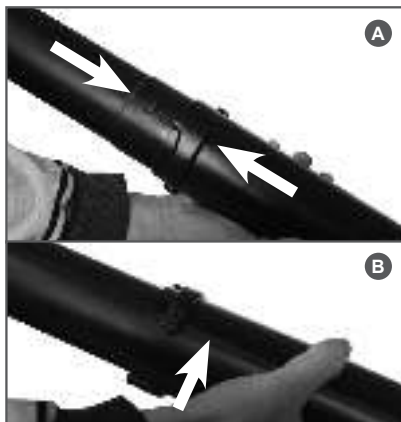

Рис. 3 Сборка напорной трубы
- а) Совместите выступ на верхней части напорной трубы со специальным пазом на нижней части напорной трубы и соедините обе части (Рис. 3А). Удерживая верхнюю часть напорной трубы, поверните
нижнюю часть трубы против часовой стрелки и зафиксируйте обе половины (Рис. 3В).